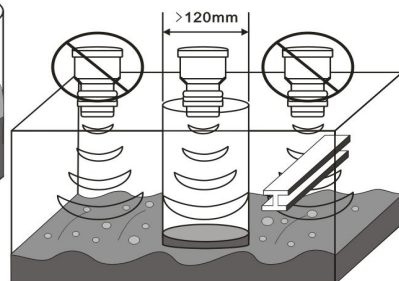

图 8 液体物料
(6) 表面平静无波的液体，超声波测量将获得最佳效果。如果液体表面有杂物、气泡或较大波动时，应加装导波管。导波管直径应大于 120mm，且无接头。如图 8。